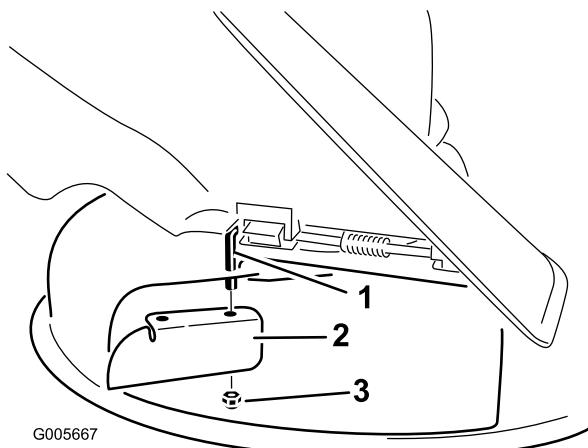

Figura 30
- Instale o abafador de corte na haste de articulação exposta (Figura 30).
- Retire o abafador de corte da plataforma do cortador (Figura 30).